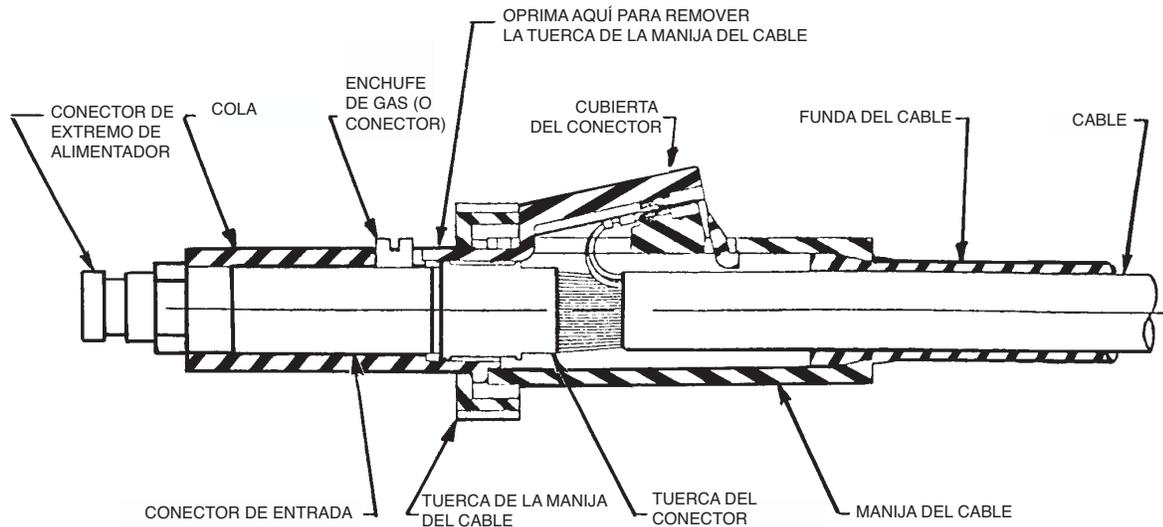

FIGURA D.4
- Remueva el conector de extremo de alimentador, enchufe de gas moldeado (o conector), tuerca de manija de cable, cola de plástico y cubierta del conector (vea la Figura D.4). **NOTA:** A fin de remover la tuerca de la manija del cable, la cola de la cubierta del conector debe aplanarse y la tuerca de la manija del cable girarse  $\frac{1}{4}$  de vuelta a la izquierda, visto desde el extremo del alimentador.
- Coloque la funda y manija en el cable, y ensamble las terminales de cable de control de reemplazo en su lugar en la manija del cable. Inserte la cubierta del conector en su lugar. Instale la cola y asegúrela a la manija del cable con la tuerca de la misma. Consulte la Figura D.4.